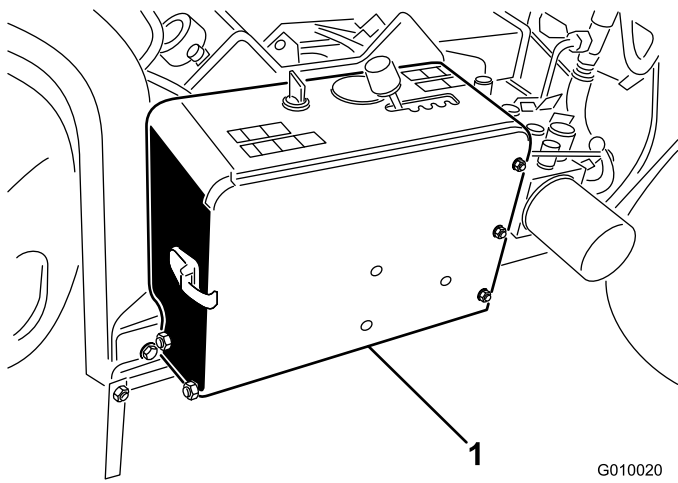

Bild 5
2. Nehmen Sie die Batterie aus dem Batteriekasten heraus (Bild 5).